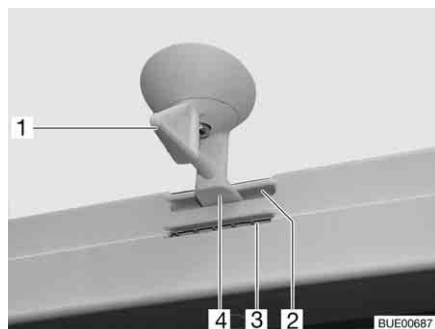
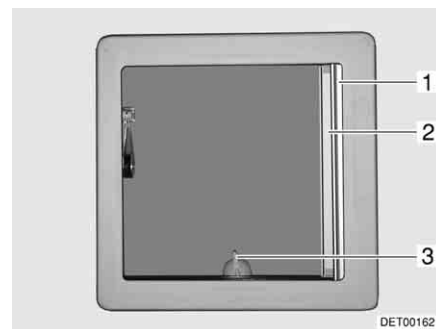

Fig. 29 Oblò inclinabile, bloccaggio
Fig. 30 Oblò inclinabile
- Ruotare la leva (Fig. 29,1 o Fig. 30,3) di un quarto di giro.
- Girare la leva di un quarto di giro. Il bloccaggio (Fig. 29,4) deve entrare nella feritoia inferiore (Fig. 29,3).
- Girare la leva di un quarto di giro. Il bloccaggio (Fig. 29,4) deve entrare nella feritoia superiore (Fig. 29,2).
- Tirare la tendina oscurante pieghevole (Fig. 30,1) fino alla posizione desiderata e rilasciare. La tendina oscurante pieghevole rimane in questa posizione.
- Chiusura:** ■ Estrarre la zanzariera a rullo (Fig. 30,2) fino a quando non scatta il bloccaggio dalla parte opposta.